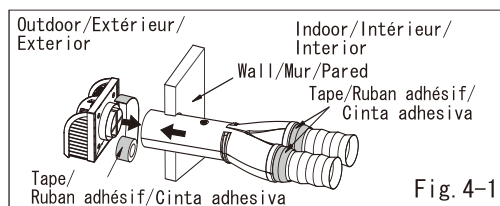

Fig. 4-1
- (5) Insert the Pipe through the hole from indoors to outdoors. (Fig. 4-1)
Insérez la buse dans le trou de l'intérieur vers l'extérieur. (fig. 4-1)
Introduzca la Tubería a través del hueco desde el interior hasta el exterior. (Fig. 4-1)
- (6) Join the end of the Pipe to the Vent cap. (Fig. 4-1)
Joignez l'extrémité de la buse au capuchon d'évent. (fig. 4-1)
Una el extremo de la Tubería con la Tapa del Ventilador. (Fig. 4-1)
- (7) Please secure the Pipe and the Vent cap together with UL181A certified pressure sensitive tape or mastics. (Fig. 4-1)
Veuillez sécuriser la buse et le capuchon d'évent avec un ruban adhésif ou mastic sensible à la pression certifié UL181A. (fig. 4-1)
Por favor asegure la Tubería y la Tapa del Ventilador juntos usando cinta adhesiva certificada sensible a la presión UL181A o masilla. (Fig. 4-1)